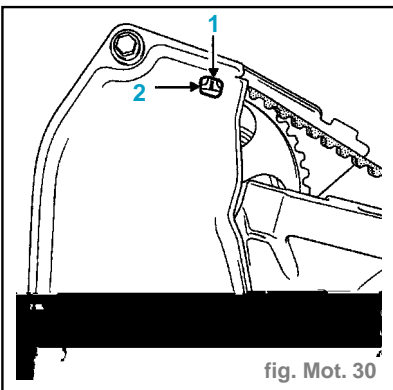

fig. Mot. 30
- Tourner le vilebrequin dans le sens horaire (côté distribution), dès que le repère (1) de la poulie d'arbre à cames apparaît dans la fenêtre (2) du carter de distribution, appuyer sur la pige de point mort haut **Mot. 1054** jusqu'au pigeage du vilebrequin (le repère de la poulie d'arbre à cames doit se situer à peu près au centre de la fenêtre). (fig. Mot. 30)